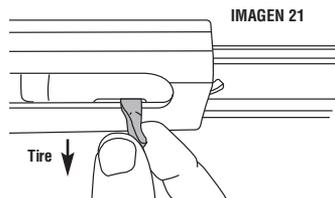

IMAGEN 21
9. Tire hacia fuera del cerrojo. Véase la Imagen 21.
10. Tire hacia fuera de la manilla del cerrojo. Véase la Imagen 21.